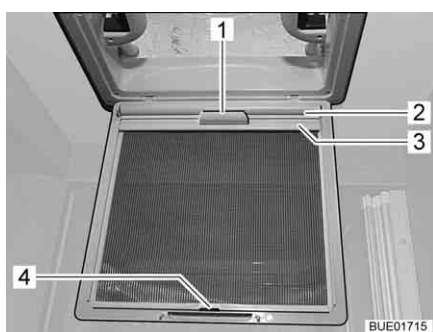

Bild 94 Mörkläggningsrullgardin
- Drag ut mörkläggningsrullgardinen (Bild 94,2) med handtaget (Bild 94,1) och haka i fästlisten (Bild 94,3) i kroken (Bild 94,4) på insektsskyddet.
- Lossa fästlisten (Bild 94,3) från kroken (Bild 94,4) och dra långsamt tillbaka mörkläggningsrullgardinen (Bild 94,2) med handtaget (Bild 94,1).